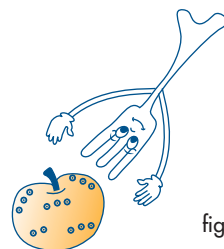

fig. 4
- 4) **Os alimentos com pele ou casca (exemplo: maçãs, batatas, tomates, salsichas, peixe) devem ser picados em vários pontos com um garfo de modo a que o vapor possa sair e a pele ou a casca não rebentem (Fig. 4).**